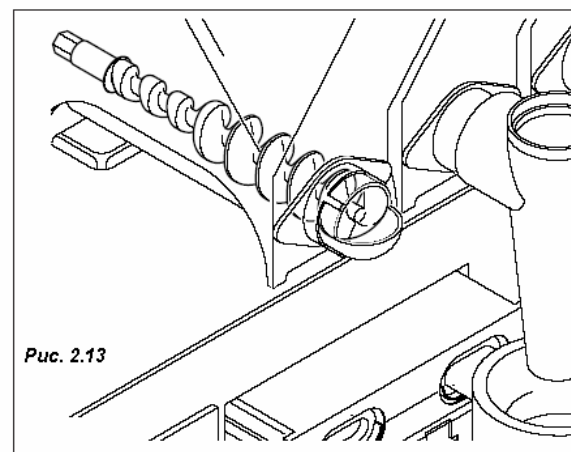

Рис. 2.13
- Редукторный электродвигатель секции подачи быстрорастворимых напитков приводит в действие шнек, осуществляющей подачу порции выбранного продукта (в некоторых моделях в один и тот же миксер может подаваться несколько продуктов, например, молоко и шоколад) (Рис. 2.13).